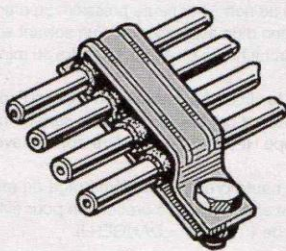

Figure 30.1. Exemple de fixations des canalisations HP diesels
- Les fixations « anti-vibrations » doivent être placées selon les plans du constructeur, afin d'éviter les phénomènes de ruptures de la propagation des bruits dus aux ondes de pressions (fig. 30.1 et 30.2).